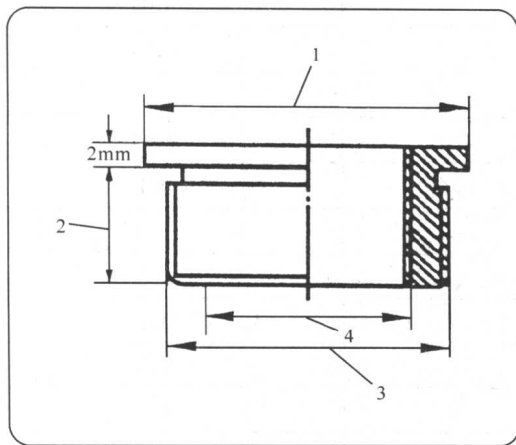

图1-3 火花塞螺纹孔镶套
3. 火花塞螺纹孔的修理 火花塞螺纹孔的损坏通常是由于安装火花塞时用力过猛或过于频繁拆装或旋入时未对准丝扣而强行旋入引起的,可采用镶套法进行修复。其方法是:将原来的火花塞螺纹孔改制为直径大一些的螺纹孔,镶制一个有内外螺纹的铜套(钢套),内螺纹制成与原来规格火花塞螺纹相配(图1-3),不必改用其他规格的火花塞;然后找一个火花塞,在火花塞的螺纹部分涂抹润滑脂,拧入制好的螺纹套中,并在螺纹套外螺纹表面涂抹少许铅油;最后将螺纹套拧入气缸盖螺纹孔中并拧紧,退出火花塞,在螺纹套下端用冲子冲大,以防止松动。